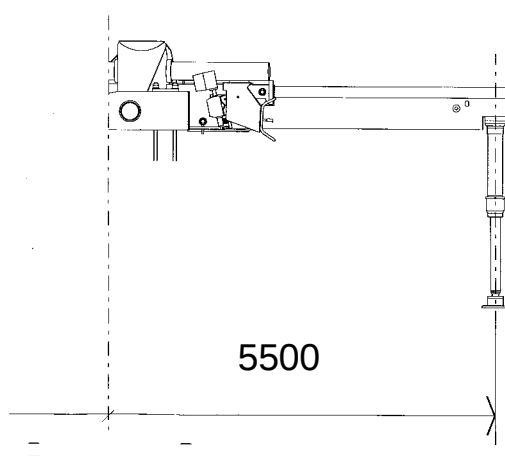

Fig.6-2
6.4 BRACCI STABILIZZATORI LARGHI (Fig. 6-2)
6.4 LARGES OUTRIGGER BOOMS (Fig. 6-2)